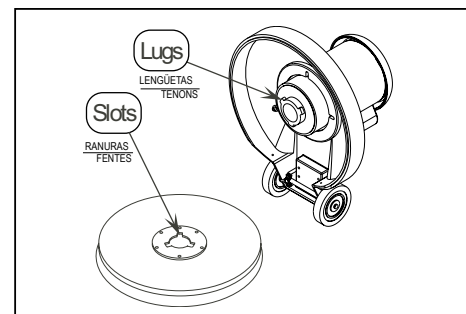

Figura 2
- 1. Alinee las lengüetas con las ranuras correspondientes del impulsor de la almohadilla y gire del impulsor de almohadilla en sentido anti-horario para que quede fijo en su lugar (figura 2).